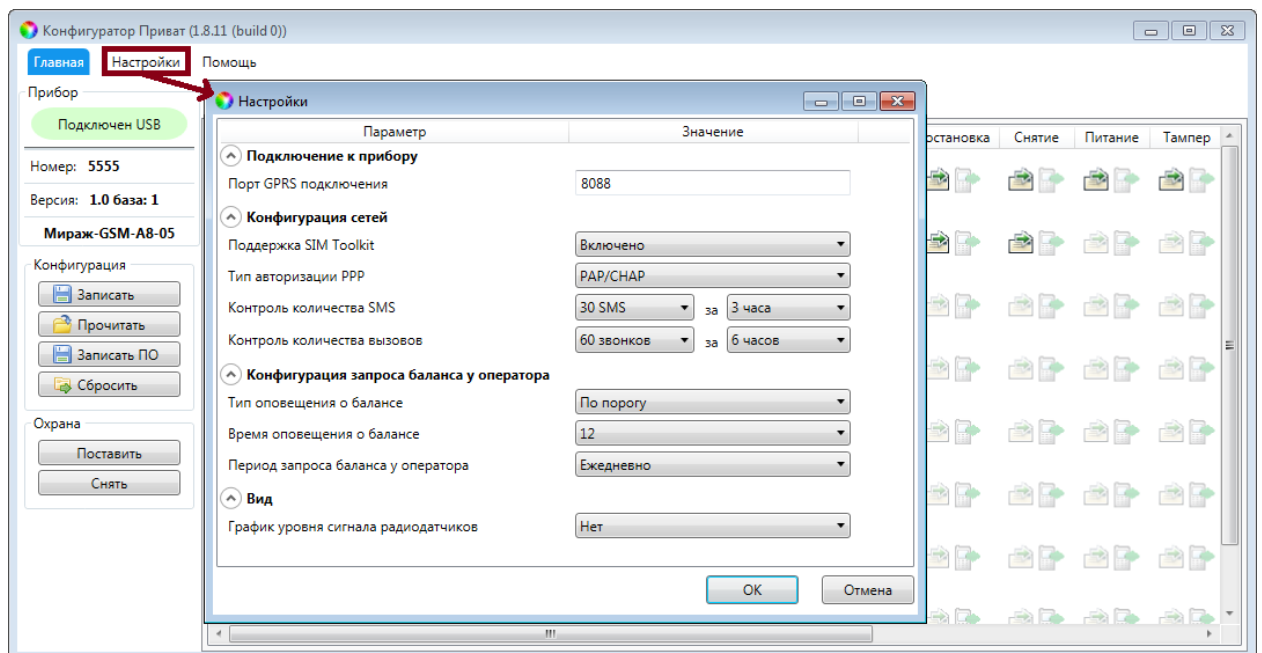

Рисунок 7.13 — Изменение номера TCP/IP-порта для GPRS-подключения
- 3) Укажите TCP/IP-порт, по которому контроллер будет выполнять подключение к программе *Конфигуратор Приват*. Для этого в программе *Конфигуратор Приват* откройте меню *Настройки* и укажите необходимый номер в поле *Порт GPRS-подключения* (см. рисунок 7.13).
В качестве IP-адреса необходимо указать внешний статический IP-адрес компьютера, на котором запущена программа *Конфигуратор Приват*. Время соединения указывается в минутах. Указываемый TCP/IP-порт должен быть открыт для подключения (не заблокирован межсетевым экраном, антивирусным ПО и т. д.) и прописан в настройках программы *Конфигуратор Приват* (см. рисунок 7.13).
При необходимости разорвать GPRS-соединение, не дожидаясь окончания времени, указанного в команде, измените номер порта в окне *Настройки* (см. рисунок 7.13) и нажмите кнопку *OK*.